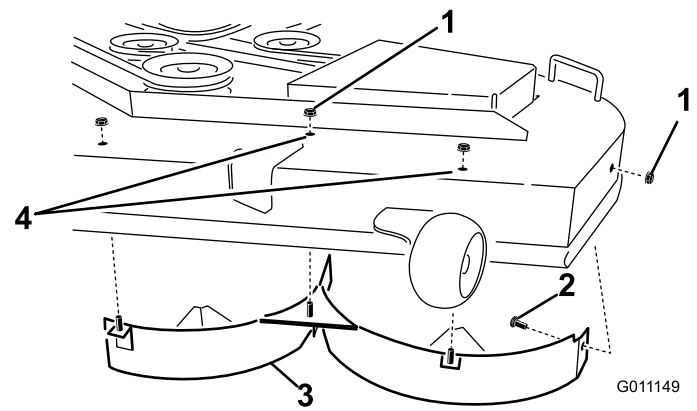

Figura 36
6. Remova as três porcas de bloqueio (5/16 pol.) presas aos postes soldados do abafador esquerdo na parte superior da plataforma do cortador nas posições central e esquerda (Figura 36). Remova o parafuso de carroçaria e porca de bloqueio na parede lateral da plataforma do cortador que prende o abafador esquerdo à plataforma.